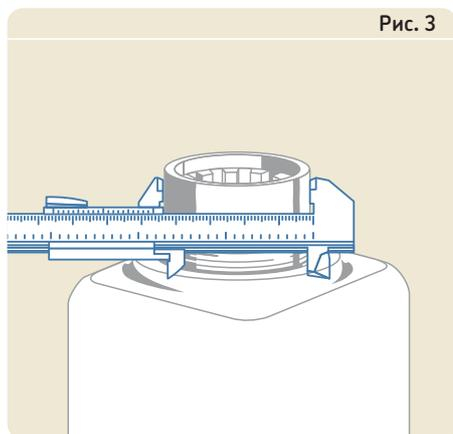

Рис. 3
- 2 Измерьте диаметр в месте, где втулка будет установлена на неизношенной части вала (→ рис. 3). Выполните измерение в трёх положениях и найдите среднее значение показаний (чтобы гарантировать соответствие вала рекомендованным характеристикам). Если среднее значение диаметра втулки находится внутри допуска на диаметр вала, то втулка устанавливается достаточно прочно, и тогда предотвращается её скольжение или вращение и не требуется её установка на клей.